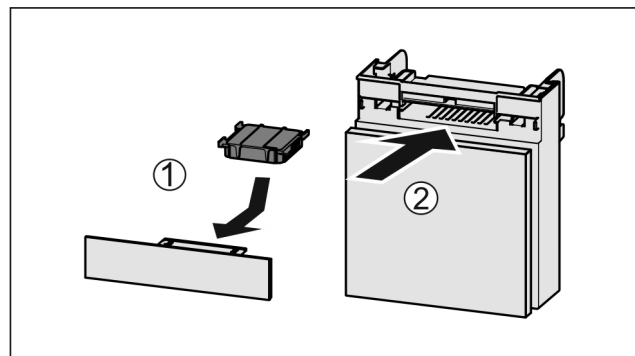

Fig. 166
- Filtr s aktivním uhlím vložte podle vyobrazení Fig. 166 (1).
- Zásuvku zasuněte Fig. 166 (2).